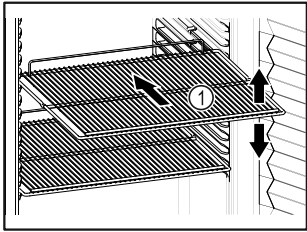

Fig. 60 Примерное изображение
- ❑ Если имеются решетчатые полки Fig. 60 (1), отрегулируйте высоту их установки.